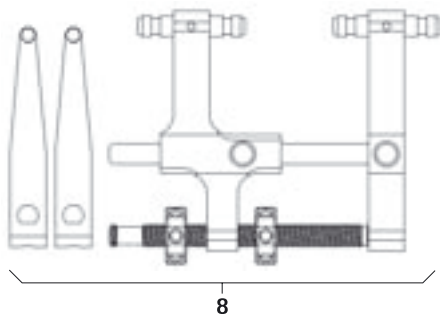

Fig. 12
- Montage du distracteur 8 avec les lames de distraction, voir Fig. 12.